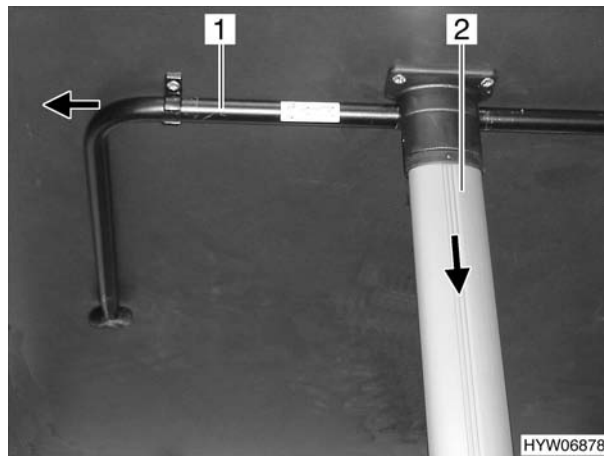

Fig. 68 Tavolo sospeso (variante 2)
- Spingere il puntello (Fig. 68,1) nella direzione indicata dalla freccia e ribaltarlo.
- Tirare il piede del tavolo (Fig. 68,2) nella direzione indicata dalla freccia e ripiegarlo.